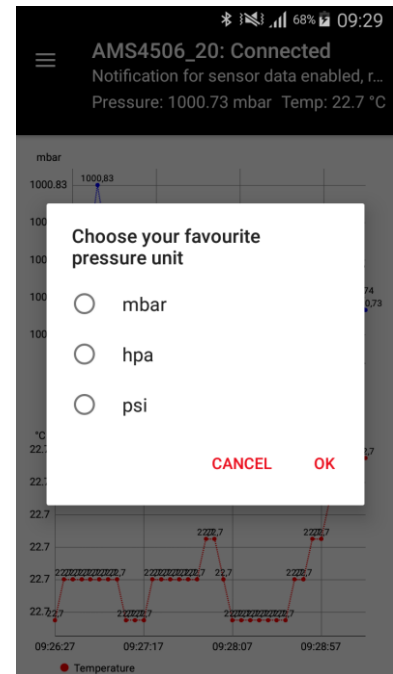

Abbildung 9: Datenseite nach dem Drücken auf „Change Unit“
- Change Unit:** In dem Dialogfenster kann die bevorzugte Druckeinheit ausgewählt werden, die am oberen Rand des Displays erscheinen soll. Es stehen drei Möglichkeiten zur Auswahl: mbar, psi und hpa. Vorkonfiguriert ist mbar (Abb. 9).